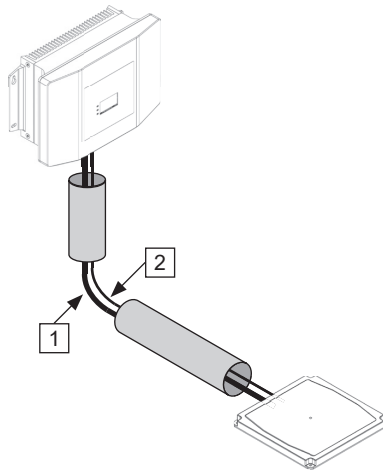

Abb. 23: Gemeinsame Verlegung von Leistungs- und Datenleitung
- Leistungs- und Datenleitung können zusammen verlegt werden. Abb. 23